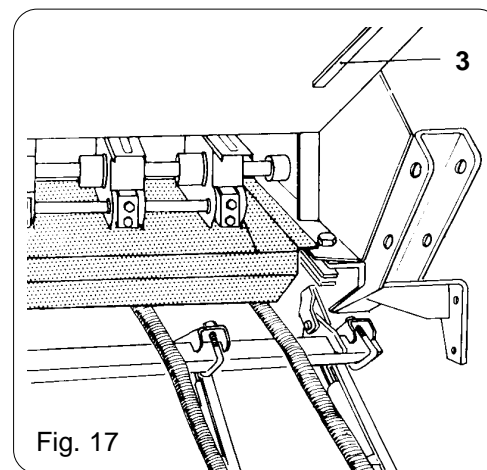

Fig. 17
SECONDO: ritirare la cassetta dall'alloggiamento di trasporto (3) e far slittare in senso orizzontale sotto i dispositivi di dosaggio (fig. 17).
SECOND: remove the box from its transit housing (3) and slide it underneath the dosing devices (Fig. 17).